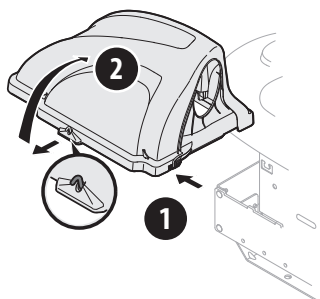

Figura 39
2. Abra el capó del colector de césped empujando hacia adentro la lengüeta posterior derecha con la mano derecha, como se ve en 1() de la Figura 39, y levantando la cubierta con la mano izquierda en el centro de la parte posterior de la cubierta de la embolsadora (2).